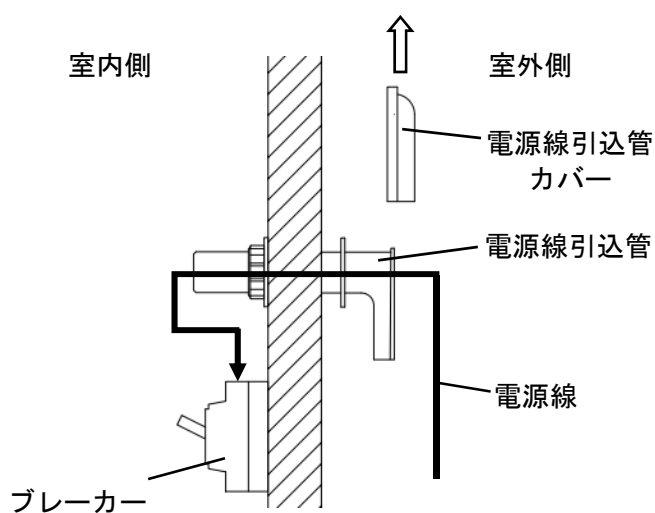

図 4.入線方法
- (1) 室外側より電源線引込管カバーを上部へスライドさせ、カバーを取り外してください。(図 4 参照)
- (2) 電源線(VVF1.6-2C)を電源線引込管に通して、室内側に引き込んでください。(図 4、5 参照)
- (3) 電源線をブレーカーに接続してください。
- (4) 電源線の接続が終わりましたら動作確認をしてください。
- (5) 電源線引込管カバーを取り付けてください。